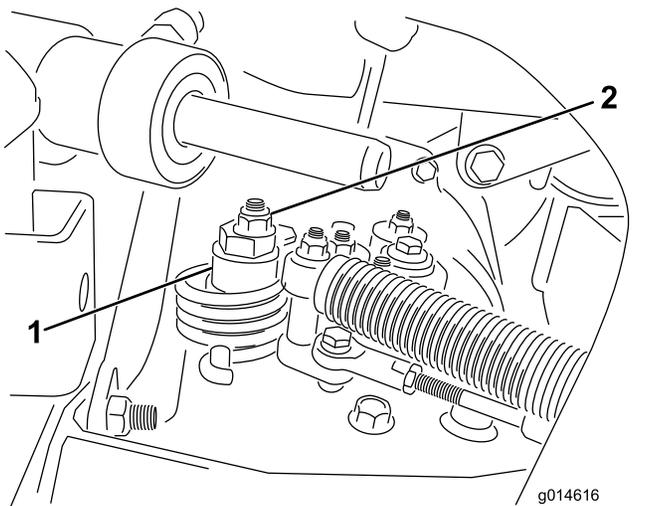

图38
- A. 松开将偏心螺栓固定到静液压泵顶部的螺母（图 38）。
- C. 旋转偏心螺栓，直到不再出现任何方向的缓慢前移。当轮子停止旋转时，旋紧螺母，锁定偏心螺栓和调整（图38）。将油门移至慢速和快速位置，验证调节情况。